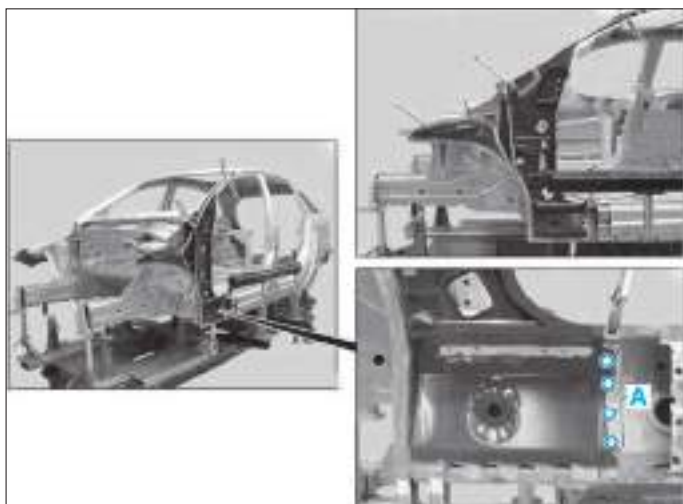

FIG. 45
- Percer des trous ($\varnothing$ 6,5 mm) dans la zone (A) (Fig.45).